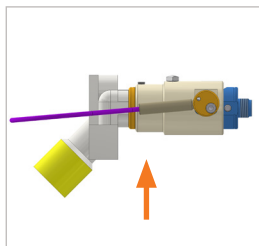

Abbildung 9
► Legen Sie die Betätigung (Pos. 1) nach oben um (Abbildung 9). Dadurch wird die Verbindung zum Flaschenventil gelöst und der Adapter kann gerade nach hinten abgenommen werden.